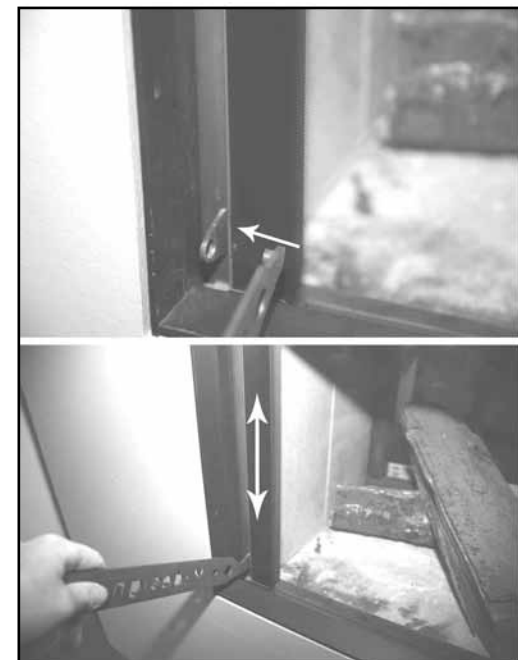

Bild 2
- Bitte kontrollieren Sie vor dem Einbau des Einsatzes dessen Hochschiebemechanismus auf eine einwandfreie Funktionsfähigkeit. (Bild 2)